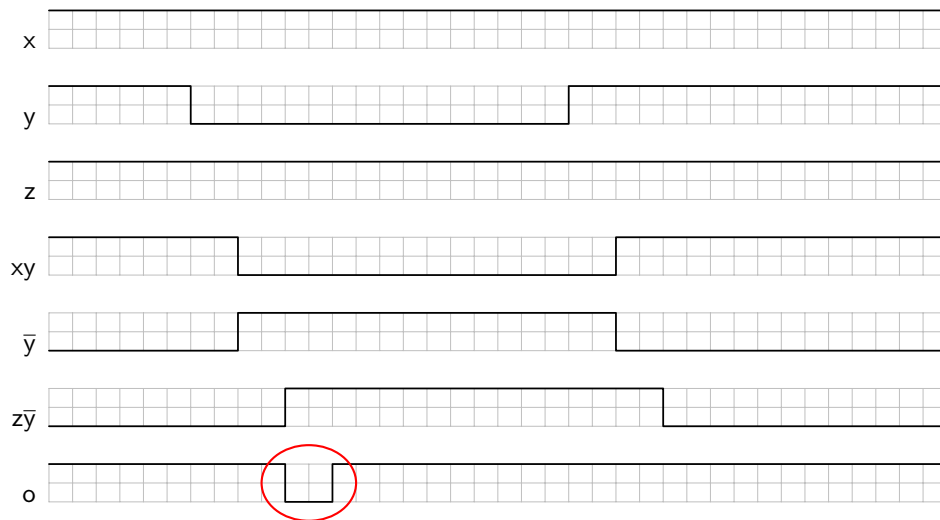

Abbildung 2.5: Timing Diagramm einer digitalen Schaltung
3. Vervollständigen Sie das Timing-Diagramm in Abbildung 2.5. Dabei soll eine Einheit in der Horizontalen der Laufzeit eines Gatters entsprechen.